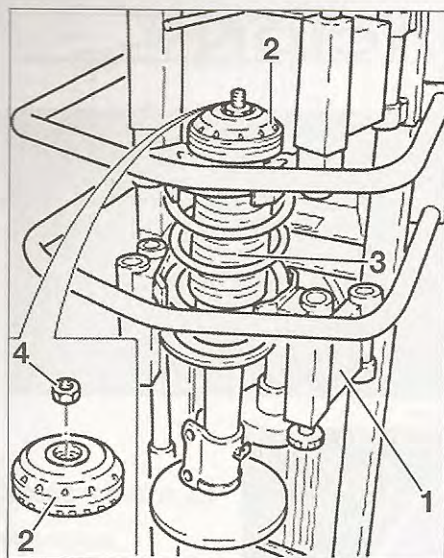
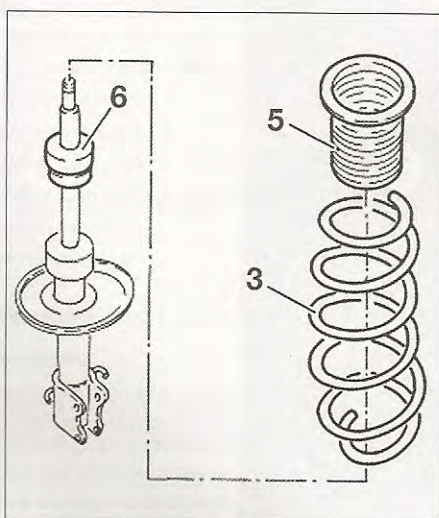

FIG. 5
FIG. 6
- compresor de muelle universal (fig. 5).
- Con un compresor adaptado (1) fijado en un tornillo de banco, comprimir el muelle (3) de suspensión hasta descargar la presión que ejerce en la copela superior (2) de fijación del muelle (fig. 5).
- Desatornillar la tuerca (4) de la varilla de amortiguador y desmontar la copela superior (2).
- Desmontar a continuación el fuelle (5) de protección, el muelle (3) y el tope (6) (fig. 6).